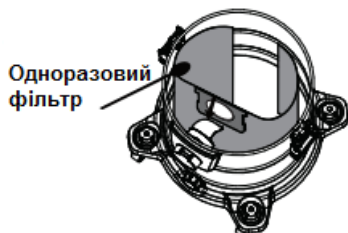

Рисунок 4.
4.3 Встановлення одноразового фільтра для сухих відходів (рисунок 4).